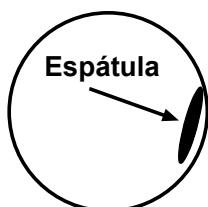

Fig. 1
7. Finalizado el prebatido (unos pocos segundos), pulse el botón de velocidad rápida (liebre) y amase la mezcla presionándola con la espátula en posición casi plana por la pared interior de la taza (Fig. 1).